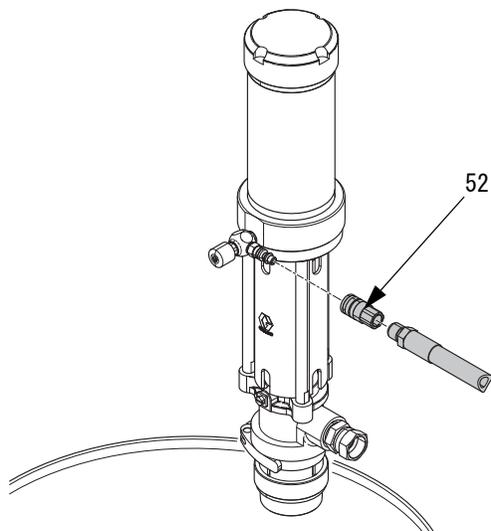

図 8
- エアライン (3/8 in. (76 mm) 最小内径) に、供給されたクイック ディスコネクト エア カプラー (52) を取り付けます。図 8 を参照のこと。